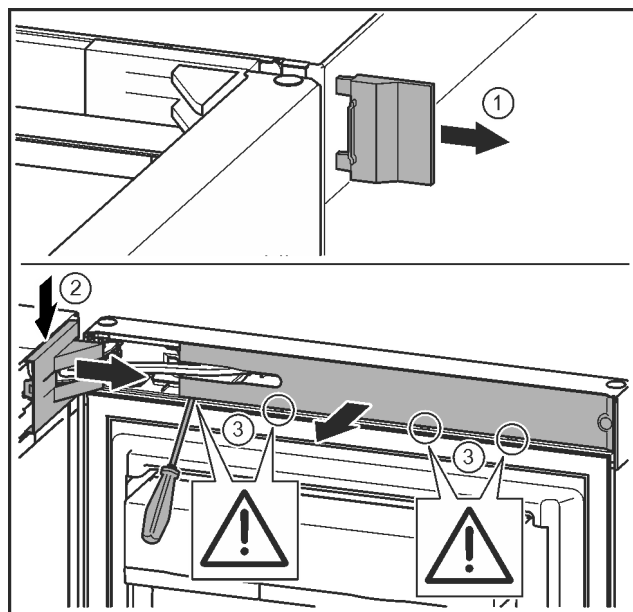

Fig. 9
- ▶ Odoberte vonkajší kryt. Fig. 9 (1)
- ▶ Odistite a uvoľnite kryt ložiskovej konzoly. Odoberte kryt ložiskovej konzoly. Fig. 9 (2)
- ▶ Kryt odistite plochým skrutkovačom a vyklopte nabok. Fig. 9 (3)